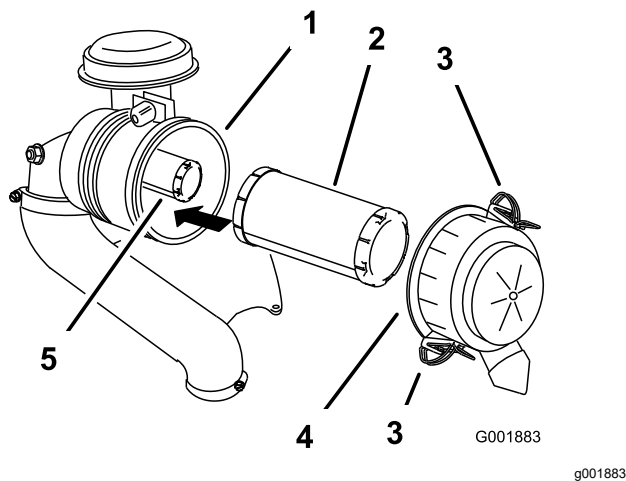

Figura 43
6. Abra los cierres del limpiador de aire y tire de la tapa de la entrada de aire para separarla del cuerpo del limpiador de aire (Figura 43).
8. Extraiga con cuidado el filtro primario de la carcasa del limpiador de aire (Figura 43).
2. Si va a cambiar el filtro interno, deslícelo cuidadosamente en el cuerpo del filtro (Figura 43).
3. Deslice cuidadosamente el filtro primario por encima del filtro de seguridad (Figura 43).
4. Instale la tapa del limpiador de aire y fije los cierres (Figura 43).